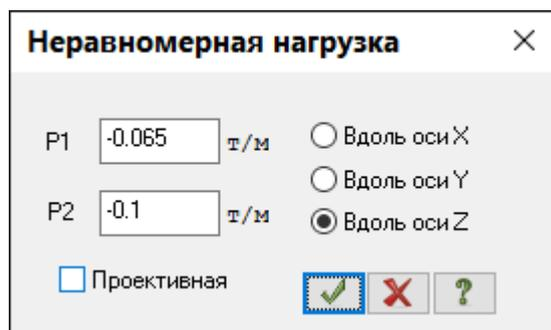

Рис.12.23. Диалоговое окно **Неравномерная нагрузка**
- В этом окне задайте следующие параметры нагрузки (рис.12.23):